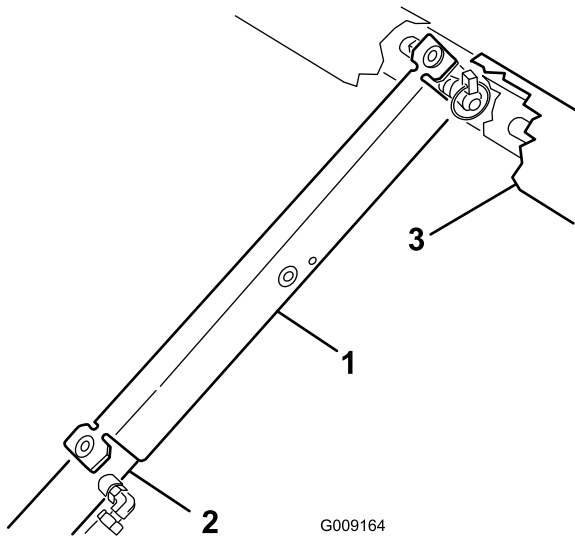

图 12
9. 将货斗支架推入油缸杆确保支架端凸耳靠在油缸筒端部和油缸杆端部图 12。